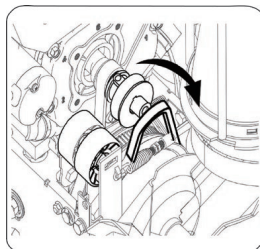

Рис.3
- Скрутите ремень шнека со шкива двигателя (Рис. 3).
3. Скрутите ремень шнека со шкива двигателя. (Рис. 3)